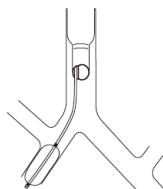

Bild 10
- För en patient med övre loben på höger lunga placera väldigt nära trakealbifurkationen, blockering av mitten och nedre loberna på höger lunga, istället för hela höger lunga, kan uppnås genom att placera blockeraren i mellanbronken (Bild 10).